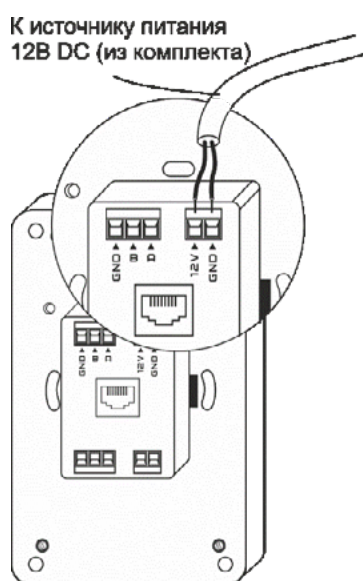
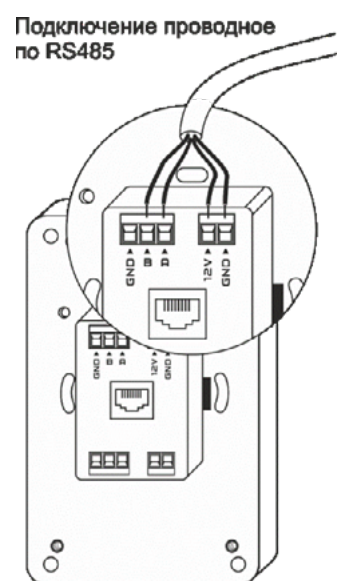

Рис.9
Рис.10
Это подключение подразумевает прямое проводное соединение Wi-Fi модуля с блоком автоматики установки. Панель управления необходимо разместить в зоне сигнала Wi-Fi модуля (примерно 10 - 20 м, в зависимости от различных условий, например, качества материала, толщины стен и пр.) и подать питание +12В и GND с блока питания (из комплекта) на соответствующие клеммы панели (см. рис. 9). Управление происходит по интерфейсу RS485, протокол Modbus RTU.
Управление происходит по интерфейсу RS485, протокол Modbus RTU. Необходимо подключить контроллер автоматики к панели кабелем типа «витая пара» на клеммы A, B, GND. Отдельно подать питание +12В и GND с блока питания (из комплекта или другого стабилизированного источника питания 12В с током не менее 1А) на клеммы подключения питания (см. рис. 10).
4. Подключить панель управления согласно выбранному типу подключения и схеме подключения (см. рис.9 или рис.10).
Подключить панель управления согласно выбранному типу и схемы подключения (см. рис.9 или рис.10).
5. Подключить панель управления согласно выбранному типу и схемы подключения (см. рис.9 или рис.10).